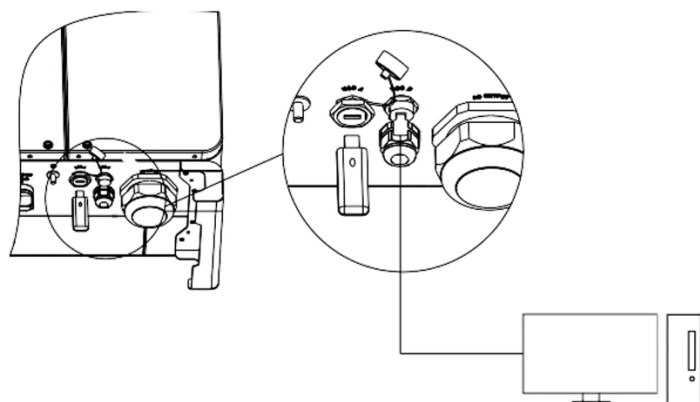

Abb. 6.8A
2. Stecken Sie, wie in Abbildung 6.8A dargestellt, den USB-zu-Wifi-Dongle in den USB\_A-Anschluss bis die LED leuchtet.